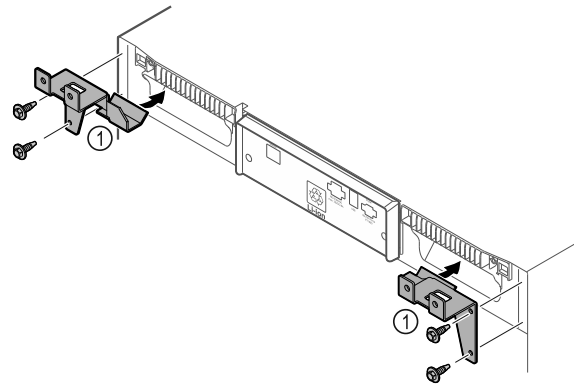

Fig. 10
- ▶ Halteteile Fig. 10 (1) mit selbstschneidenden Schrauben am Gerät montieren.